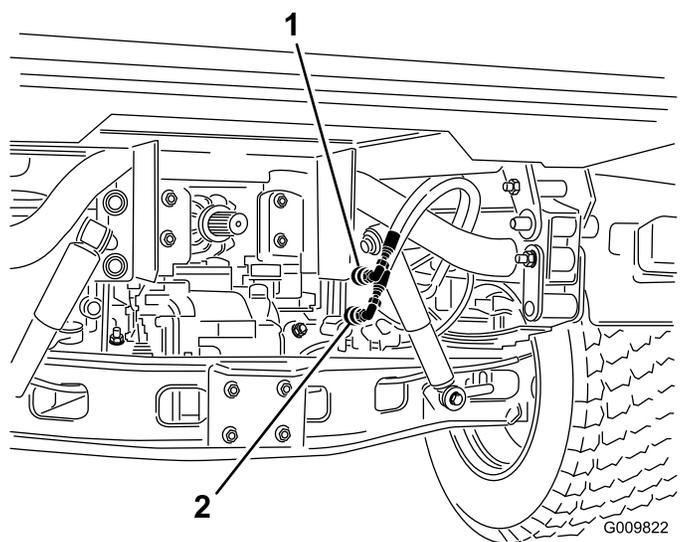

Рисунок 73
2. На обоих автомобилях отсоедините по два шланга быстроразъемных муфт от шлангов, прикрепленных к кронштейнам муфт (Рисунок 73).